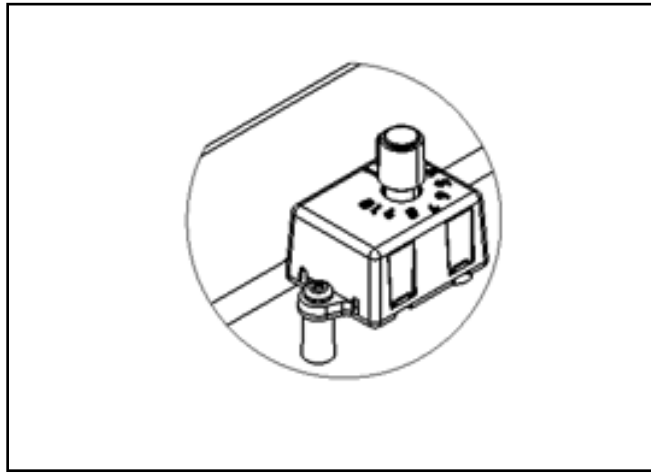

Figura 1.
1. Abra la puerta de acceso y ubique dónde se encuentra la FADC. (Figura 1)